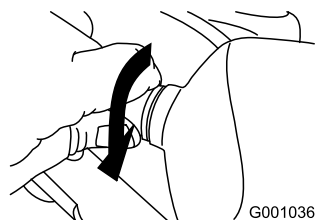

Figure 55
5. Tournez l'embase de l'ampoule dans le sens horaire jusqu'à ce qu'elle soit bien vissée (Figure 55).